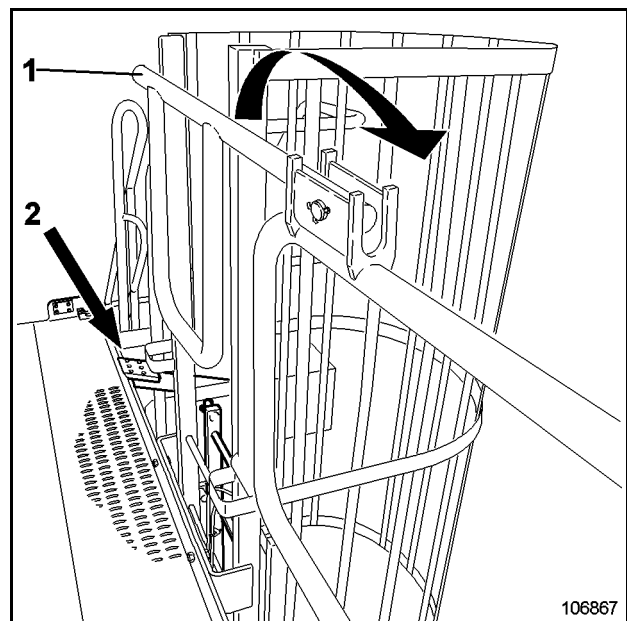

Fig. 2-19:
- Pisar la palanca (2, Fig. 2-19:) desbloqueando así la escalera de emergencia. La escalera se desliza hacia abajo.
- Girar la barra de cierre (1) hacia la derecha y bajar de la máquina.